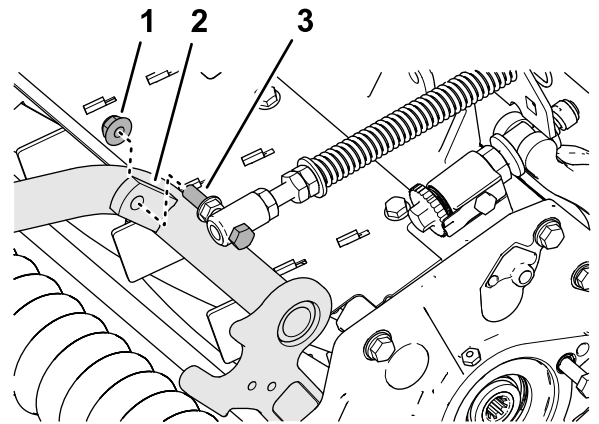

Figura 20
4. Monte el tornillo del muelle de compensación del césped en la pestaña derecha del bastidor de tiro (Figura 20) con la contratuerca con arandela prensada ($\frac{3}{8}$ ").